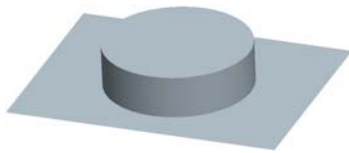

图 18.13 着色后的分型曲面
- (1) 单击 **视图** 功能选项卡 **可见性** 区域中的“着色”按钮 .
- (2) 系统自动将刚创建的分型面 PS 着色，着色后的分型曲面如图 18.13 所示。
- (3) 在 **Ctrl+V** (继续体积选取) 菜单中选择 **Done/Return** (完成/返回) 命令。